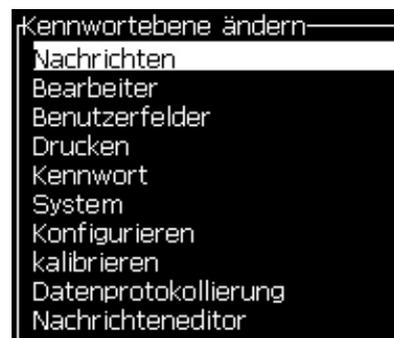
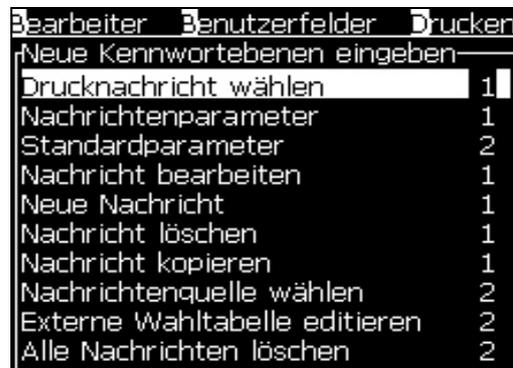

Abbildung 4-9: Kennwortebene ändern
Abbildung 4-10: Neue Kennwortebenen eingeben
- 1 Drücken Sie die Tasten *Alt + w* und wählen Sie *Set Password Levels* (*Kennwortebenen setzen*) (siehe Abbildung 4-8), um den Bildschirm *Change Password Levels* (*Kennwortebenen ändern*) zu öffnen (siehe Abbildung 4-9).
- 2 Wählen Sie das Menü (siehe Abbildung 4-9), welches eine andere Kennwortebene benötigt und drücken Sie die Taste *Enter*. Der Bildschirm *Enter New Password Level* (*Neue Kennwortebene*) erscheint (siehe Abbildung 4-10 auf Seite 4-6).